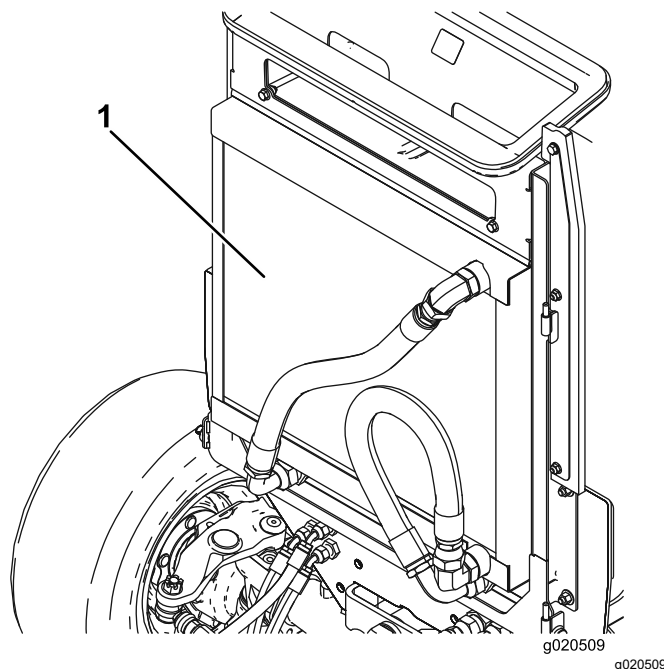

Figura 64
3. Limpie a fondo ambos lados del enfriador de aceite y del radiador con aire comprimido (Figura 64).